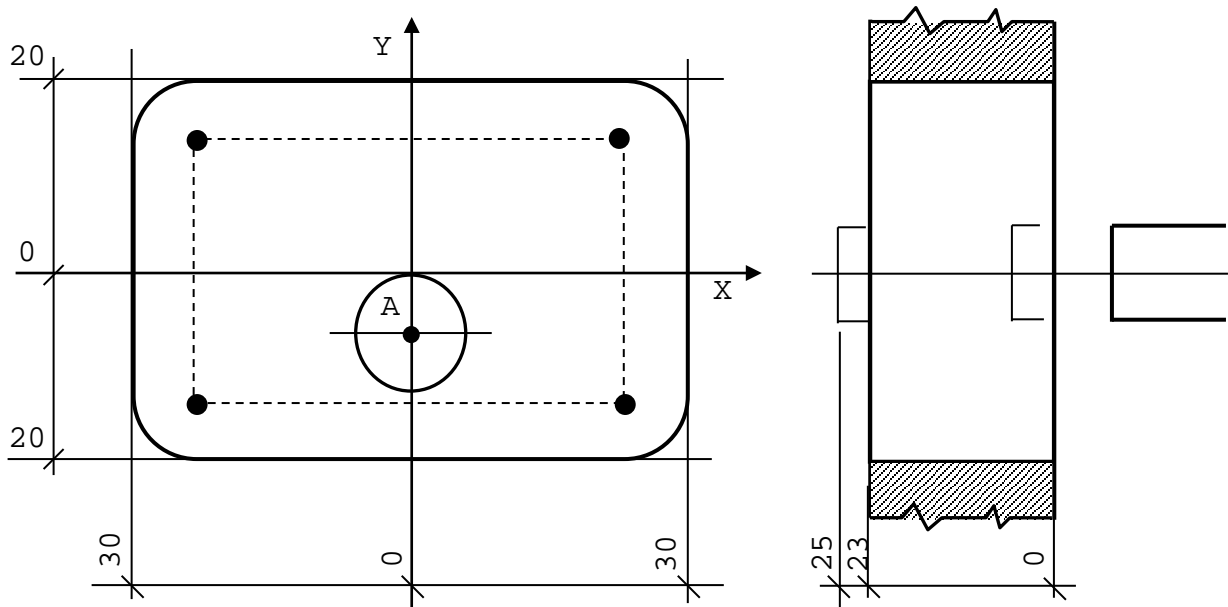

Рисунок 2.130
- 1) Выполнение паза. Этому примеру соответствует рисунок 2.130.